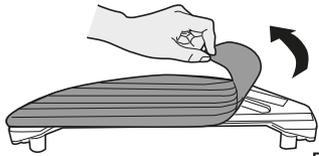

Fig. 13
6. Retire la mopa del depósito de agua y lávela con un detergente delicado y enjuáguela. Escurra la mopa y déjela secar. [Fig. 13]